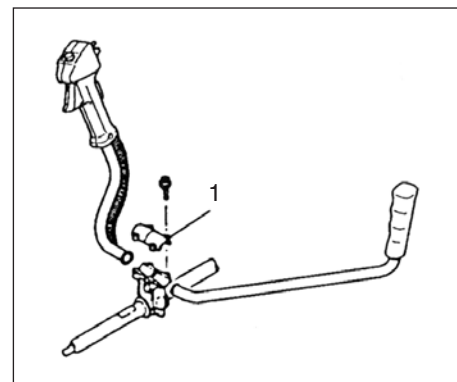

Fig. 1-2
Remova a peça de suporte da pega (1) antes da montagem. (Fig.1-2)